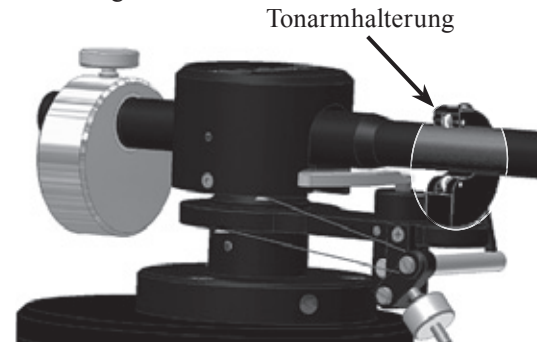

Abbildung 54
2. Befreien Sie den Tonarm von der Tonarmhalterung. Siehe Abbildung 54.